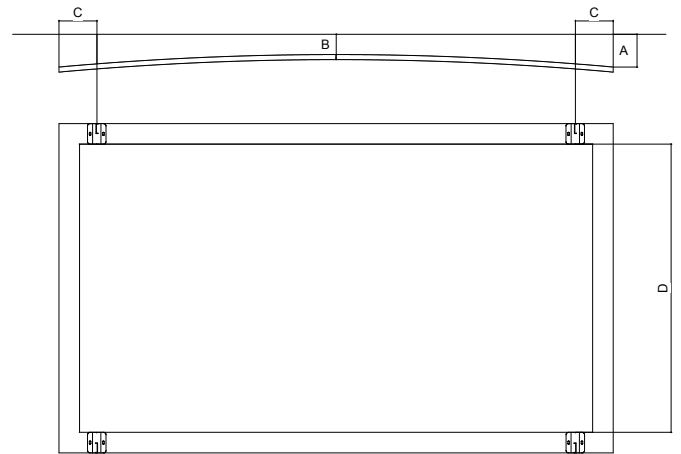

Fig. 4
4. In order to calculate the distances where to position the telescopic brackets (Fig. 4), please see scheme in Fig. 5.
### 4. Zur korrekten Berechnung der Abstände zur Positionierung der teleskopischen Halterungen (Fig. 4), beachten Sie bitte das Schema in Fig. 5.